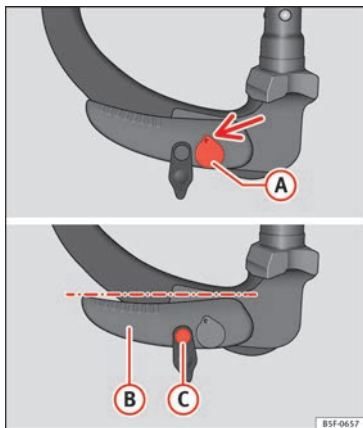

Abb. 211 Ruheposition: Stellung von Hebel und Entriegelungsbolzen
- Der Schlüssel (A) » Abb. 211 befindet sich in entriegelter Position (der gelochte Teil des Schlüssels zeigt nach oben).
- Der Hebel (B) » Abb. 211 befindet sich in der unteren Position.
- Der Entriegelungsbolzen (C) kann bewegt werden » Abb. 211.